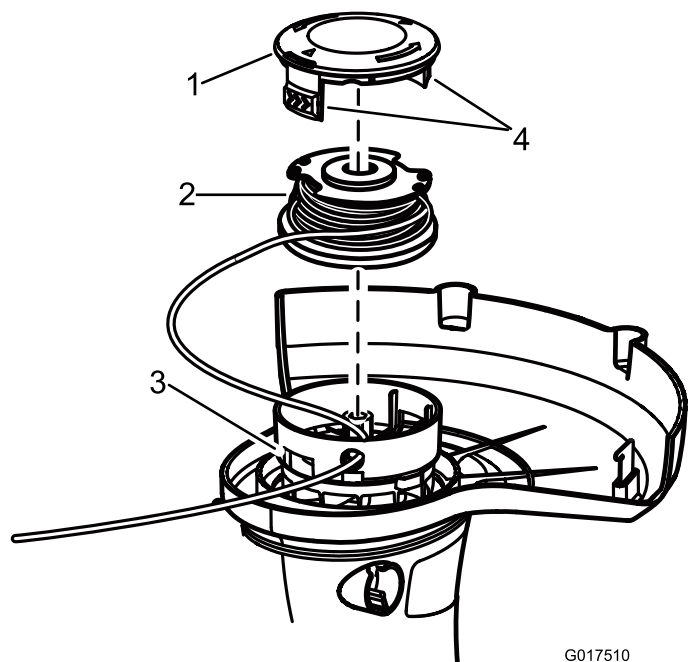

Figure 13
2. Appuyez sur les languettes de chaque côté du chapeau de fixation de la bobine (Figure 13).
- Déposez la bobine; voir Remplacement de la bobine (Figure 13).